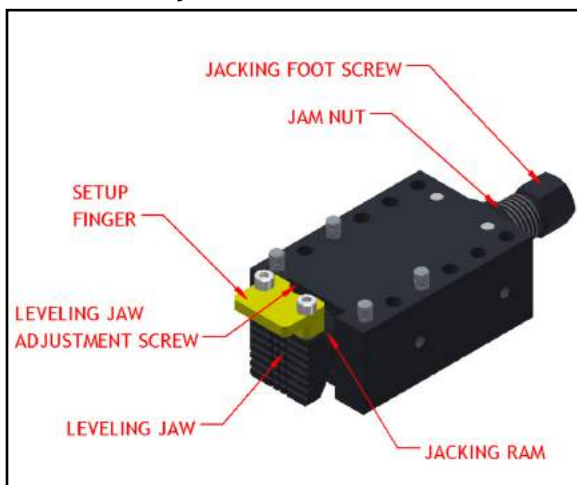

ABBILDUNG 3-6. KOMPONENTEN DES JUSTIERFUSSES
5. Nehmen Sie eine Grobeinstellung der Justierfüße vor (siehe ein Fuß in Abbildung 3-6), indem Sie die Einstellschraube am Fuß ungefähr 1/8" (3 mm) weiter als den Außendurchmesser des Flansches justieren.